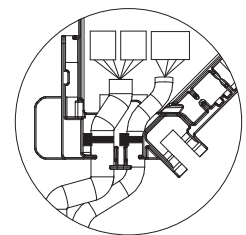

Fig. 10-15
- Certifique-se de que a banda que segura os fios de junção do i-See sensor e do recetor de sinais está posicionada no interior da caixa de conexão. (Fig. 10-15)